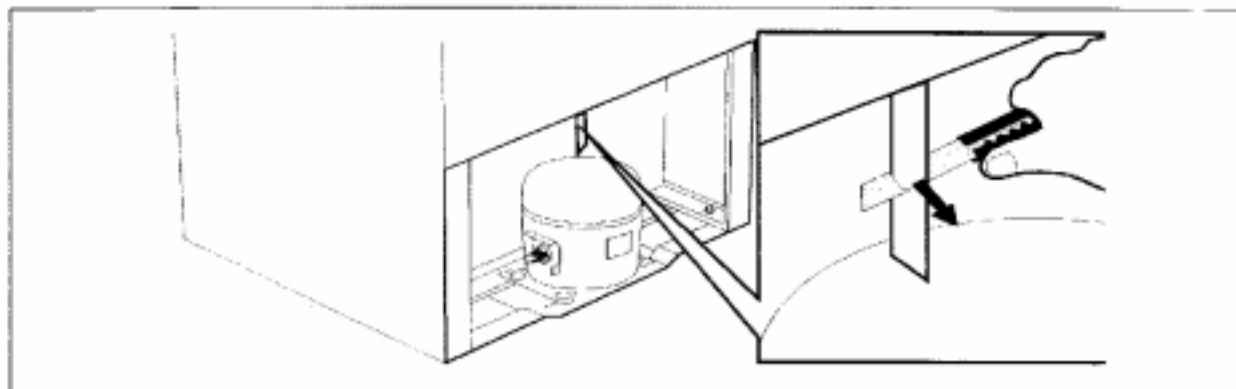

Fig.06
1. Faça um corte diagonal no Tubo de Drenagem, que leva a água do degelo ao Recipiente. Corte o mais próximo do Gabinete possível (fig.06), tomando o cuidado de deixar uma pequena ponta para o "pingamento" da água.